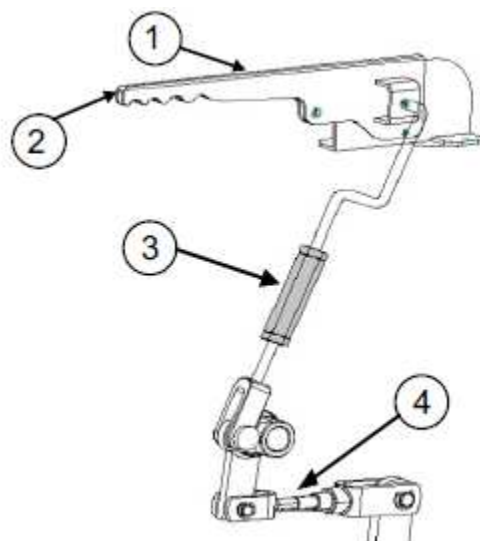

Fig. 5-19 Afinação do travão de estacionamento
Travão de estacionamento - Fig.5-19
A alavanca do travão (1) de estacionamento atua diretamente nos travões principais. Certifique-se de que o curso livre é idêntico nos dois pedais, dado que o curso livre dos pedais dita o curso livre do travão de estacionamento e a distribuição esquerda/direita da ação de travagem com os travões bloqueados. Assim que tiver afinado os pedais do travão, ajuste o curso livre do travão de estacionamento através de uma porca de afinação (3) (Fig.5-19) na articulação de controlo do lado esquerdo do trator, para que os travões de estacionamento engatem após 7 cliques no mecanismo de lingueta, sentidos no botão de desengate (2) da alavanca.